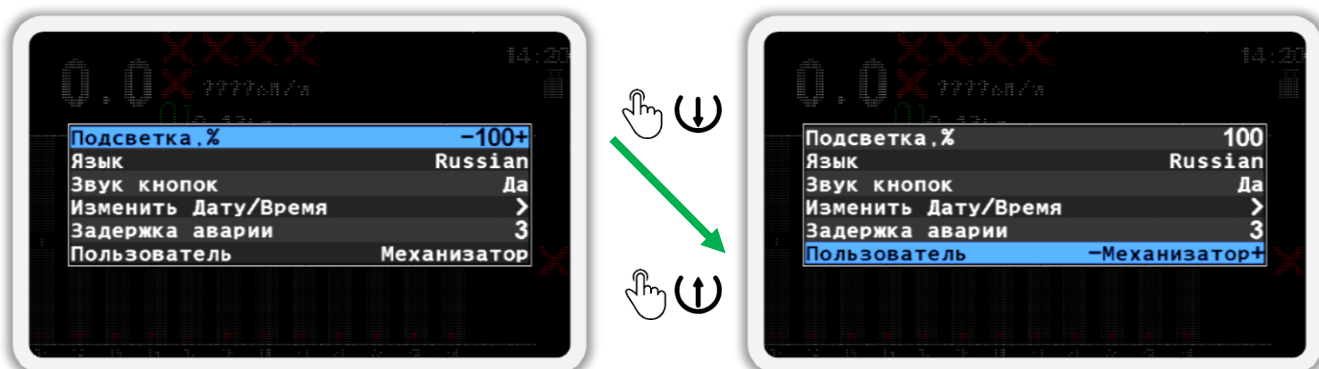

Рисунок 59
- Еще раз нажмите кнопку  «Меню». В результате на экране будет показано меню «Настройки» (см. Рисунок 59). В этом меню выберите пункт  «Пользователь». Для этого используйте кнопки  «Вверх» и  «Вниз» (далее, по тексту, для перехода от одного пункта меню к другому используйте эти кнопки).